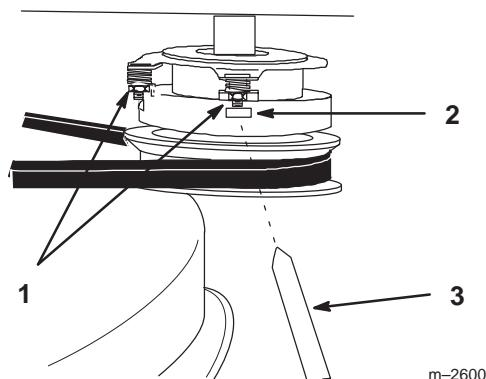

Figure 36
1. Pour régler l'embrayage, serrez ou desserrez les contre-écrous sur les goujons à collarette (Fig. 36).
2. Vérifiez le réglage en introduisant une jauge d'épaisseur dans les fentes à côté des goujons (Fig. 36).